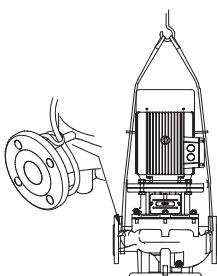

Рис. 2
- ② Насосы с подъемными проушинами следует поднимать с помощью нейлоновых ремней и скоб. Fig.2